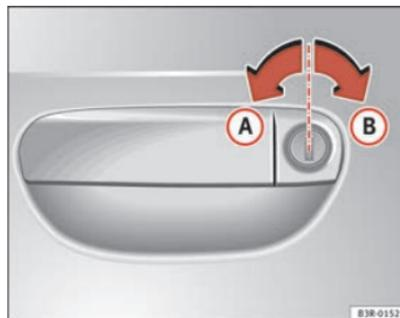

Fig. 70 Movimientos de la llave para abrir y cerrar
- Gire la llave hacia la izquierda en la cerradura de la puerta del conductor hasta alcanzar la posición de apertura **A** ⇒ fig. 70.
- Gire la llave hacia la derecha en la cerradura de la puerta del conductor hasta alcanzar la posición de cierre **B** ⇒ fig. 70 ? .
Para ello, gire la llave en la cerradura de la puerta del conductor **dos veces** sucesivamente hasta alcanzar la posición de cierre **B** ⇒ página 102, fig. 70.